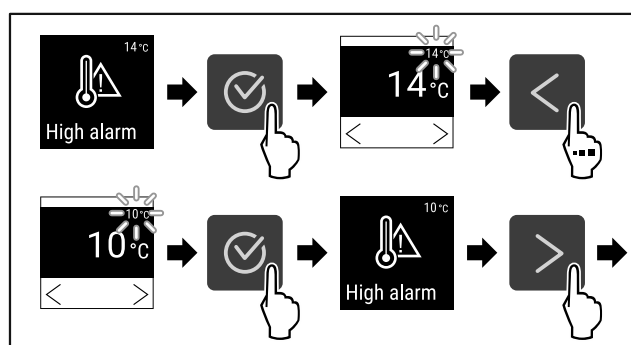

Fig. 114
- ▶ Eseguire i passi (vedere Fig. 114) .